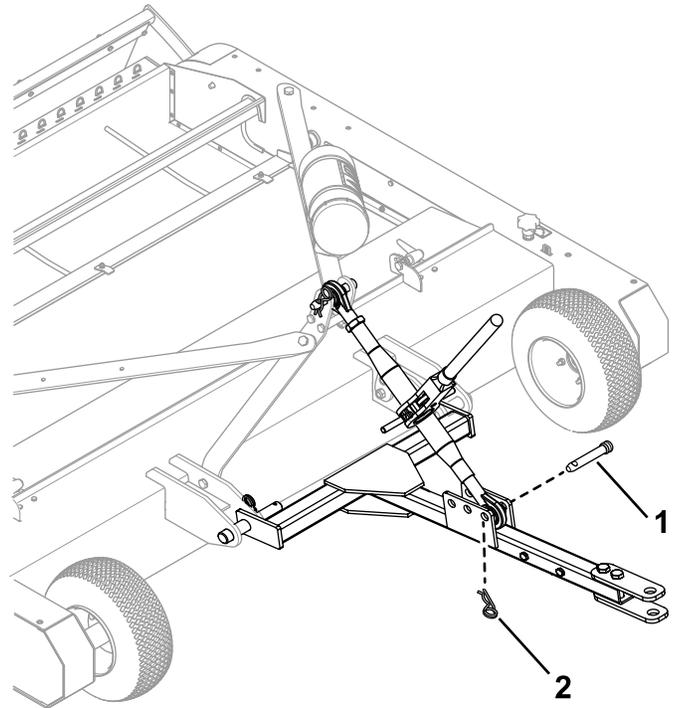

Figura 5
4. Sujete el brazo superior al juego de orificios delantero de la barra de tiro con un pasador del brazo superior y una chaveta (Figura 5).